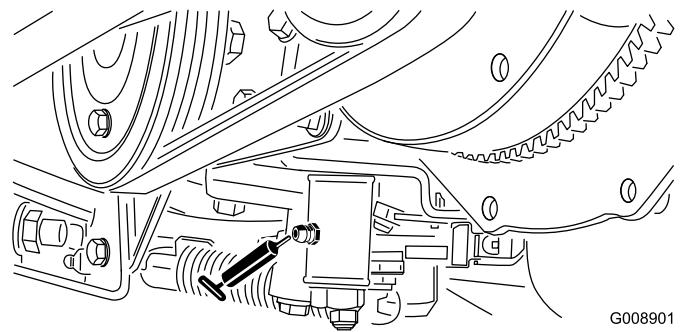

Bild 38
- Leerlaufeinstellung (Bild 38)